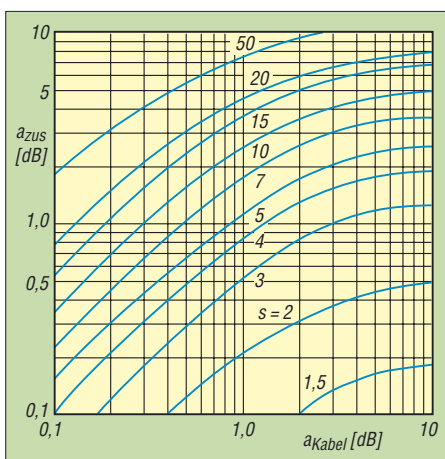

Bild 9: Abhängigkeit der Zusatzdämpfung a_{zus} vom Stehwellenverhältnis s und von der Grunddämpfung a_{Kabel} der Leitung bei Anpassung
Zieht man von der Gesamtdämpfung a_{ges} die Grunddämpfung a ab und setzt man D_p gemäß Gl. (4) ein, so erhält man die durch stehende Wellen (Reflexion r) bedingte Zusatzdämpfung a_{zus} nach Gl. 37. Sie ist nur von der Grunddämpfung a und dem Reflexionsfaktor und damit von der Lastimpedanz Z_a abhängig. $r = 0$ liefert auch $a_{\text{zus}} = 0$. Meist wird die Zusatzdämpfung in Abhängigkeit vom Stehwellenverhältnis s grafisch wie in Bild 9 angegeben.